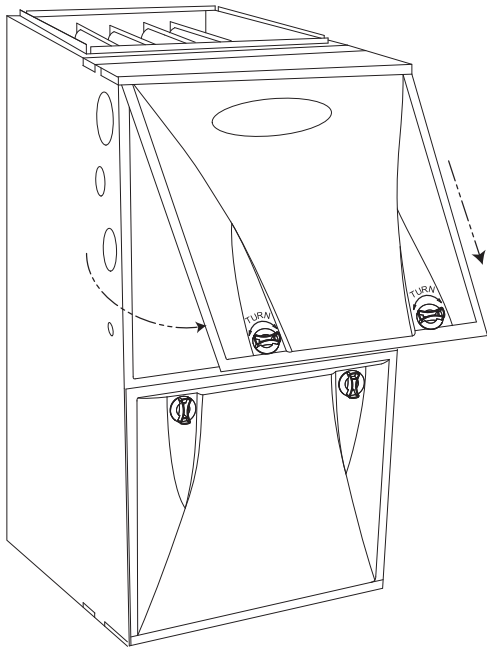

Fig. 10 - Retirer le panneau de service de la chaudière (configuration à tirage vers le haut)
4. Déposer le panneau de service de la chaudière. Voir Fig. 10.
- Déposer le panneau de service de la chaudière. Voir Fig. 10.